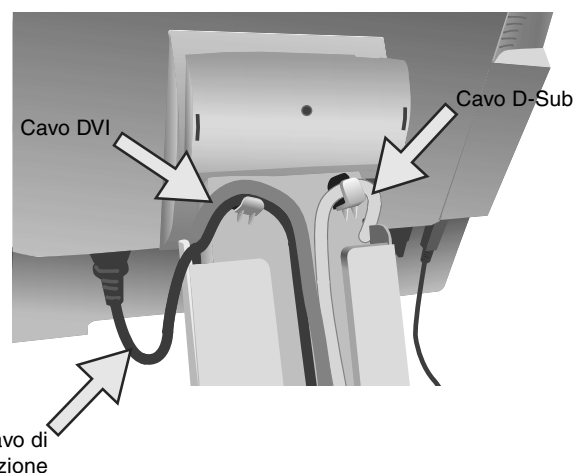

Figura C.2
5. Inserire il cavo di alimentazione nei ganci specifici indicati nella **figura C.2**.
6. Inserire il cavo segnali D-Sub nei ganci specifici indicati nella **figura C.2**.
7. Inserire il cavo DVI nei ganci specifici indicati nella **figura C.2**.